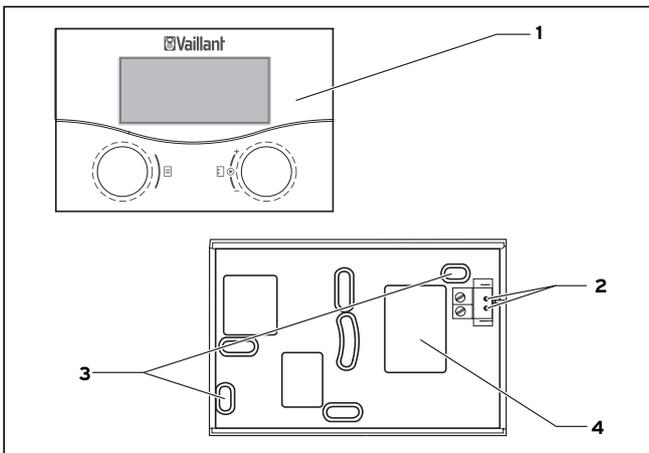

Abb. 3.2 Montage als Fernbediengerät
- Bringen Sie zwei Befestigungsbohrungen (3) mit Durchmesser 6 mm entsprechend Abb. 3.2 an und setzen Sie die mitgelieferten Dübel ein.
- Führen Sie das Anschlusskabel durch die Kabeldurchführung (4).